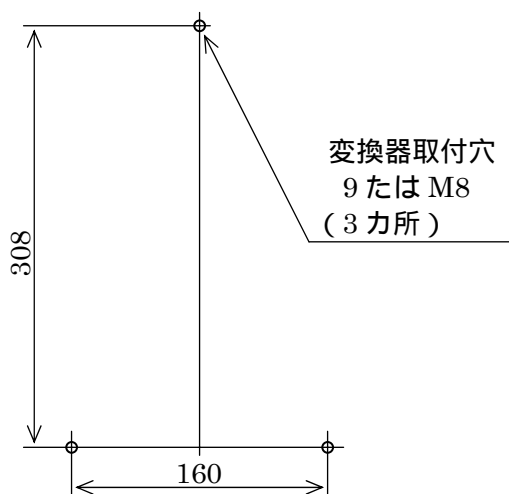

図 3.1
- ・ 外形寸法および概略構造については、『4.7 外形寸法』および『変換器取付図 3.1、3.2』を参照願います。
- ・ 壁または盤に下記『変換器取付図 3.1』に示す取付穴をあけネジ止めして下さい。